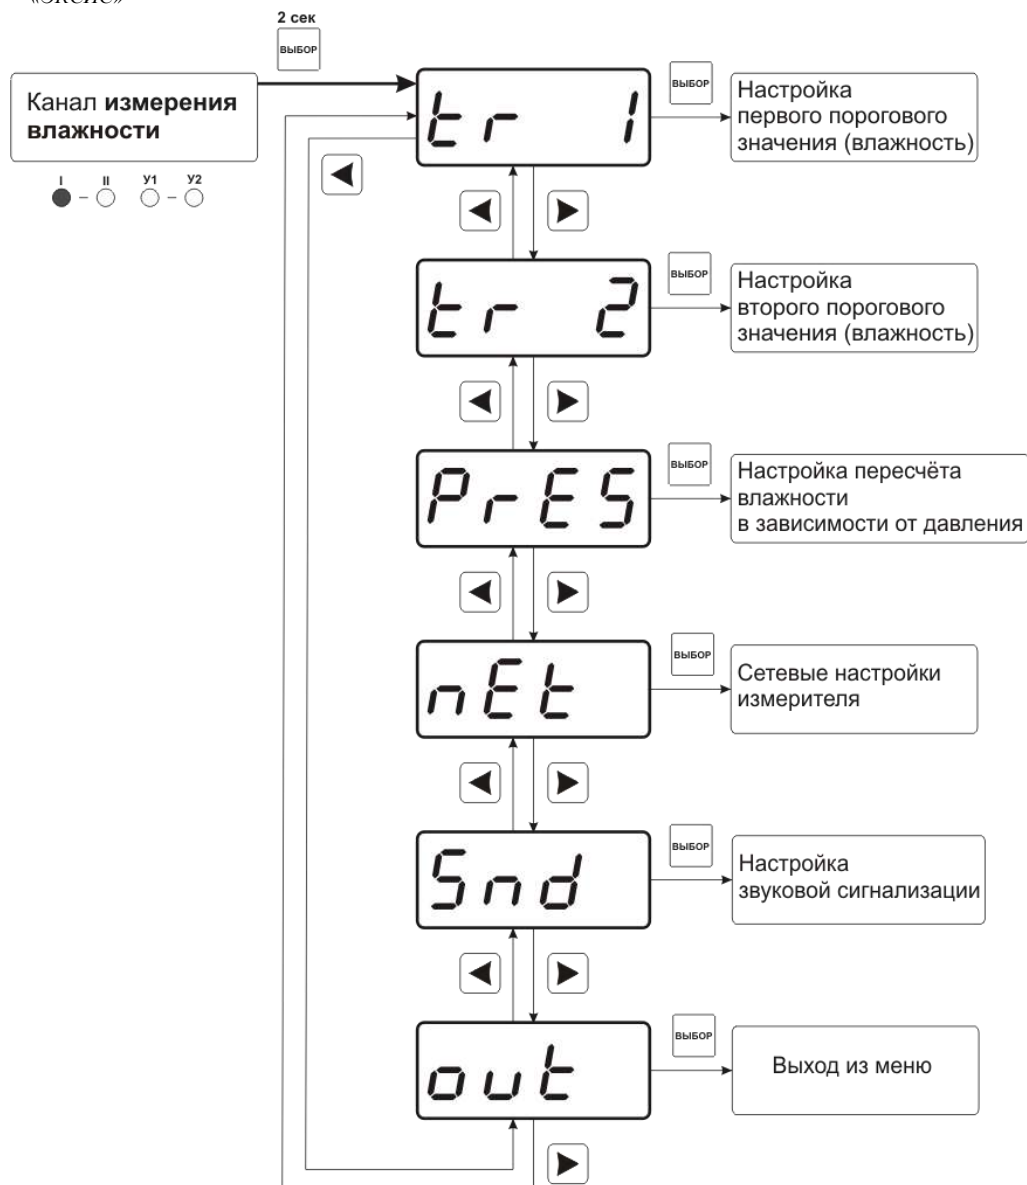
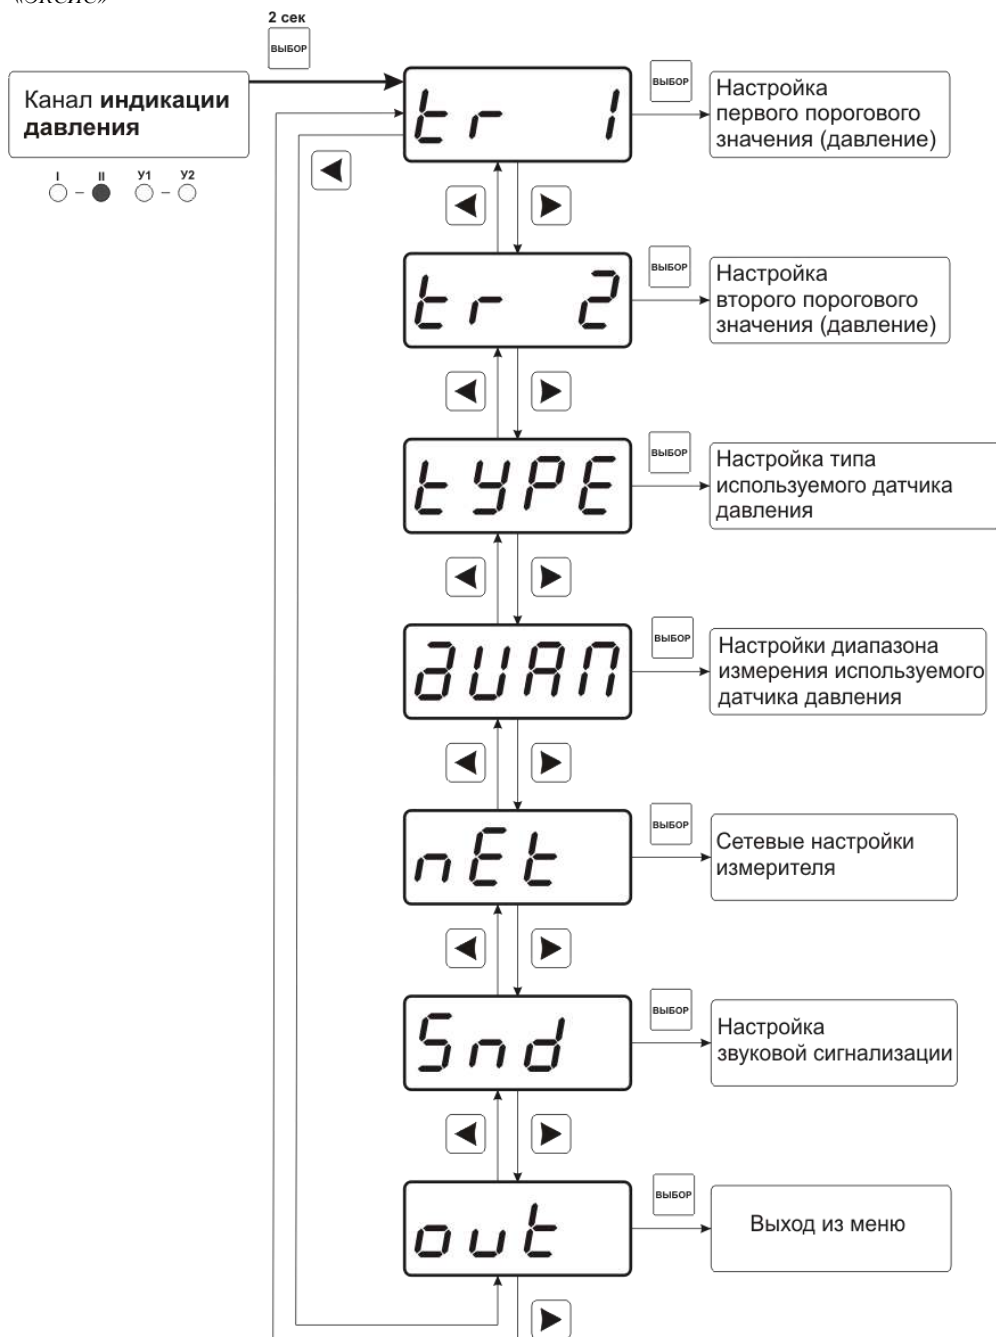

Рисунок 6.4 Настройка канала измерения влажности
Рисунок 6.5 Настройка канала индикации давления
**6.3.2** **Настройка канала измерения влажности** включает в себя задание верхнего и нижнего порогов и введение коэффициентов для пересчета влажности с учетом давления. Настройка канала измерения по температуре включает только настройку порогов. Схема настроек канала измерения см. Рисунок 6.4.
**6.3.3** **Настройка канала индикации давления** включает в себя задание верхнего и нижнего порогов. Настройку типа используемого датчика давления и его диапазона. Схема настроек канала индикации давления см. Рисунок 6.5.
Вход в режим настройки требуемых параметров осуществляется в соответствии с Рисунок 6.4. и Рисунок 6.5. Схема меню установки параметров прибора для работы в сети приведена на рисунке (Рисунок 6.22). Настройка требуемого параметра осуществляется в соответствии с таблицей 6.4.